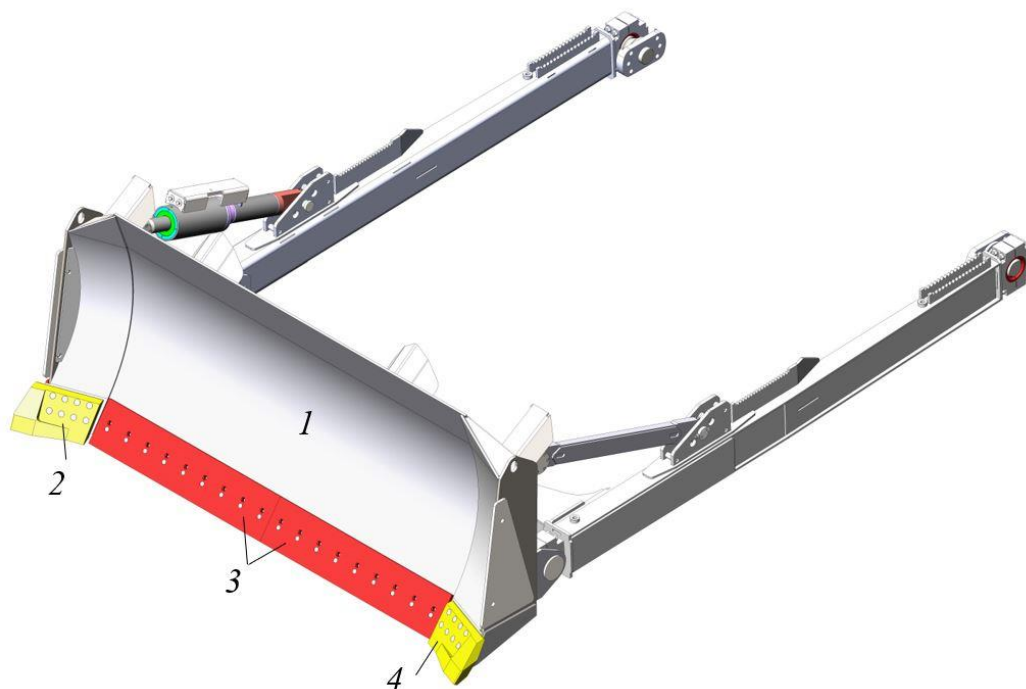

Рисунок 3.138. Бульдозерное оборудование
- ▶ Осмотрите ножи на предмет износа или повреждений см. рис. 3.138.